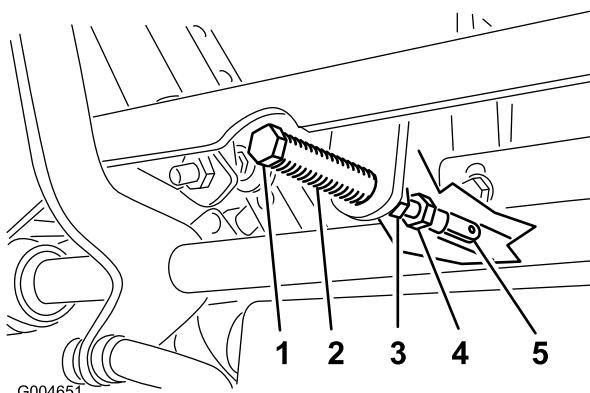

Figura 78
- 5. Tire hacia atrás de la palanca hasta que el pasador (en el brazo situado encima del eje pivotante) entre en contacto con el extremo de la ranura (empezando justo a tensar el resorte) como se muestra en Figura 78.
7. Si es necesario un ajuste, afloje la tuerca y la contratuerca contra la horquilla (Figura 78).
8. Aplique una ligera presión hacia atrás en la palanca de control de movimiento, gire la cabeza del perno de ajuste en el sentido apropiado hasta que la palanca de control esté centrada en posición de BLOQUEO/PUNTO MUERTO (Figura 78).
9. Apriete la tuerca y la contratuerca (Figura 78).
10. Apriete las contratuercas de las articulaciones esféricas (Figura 78).